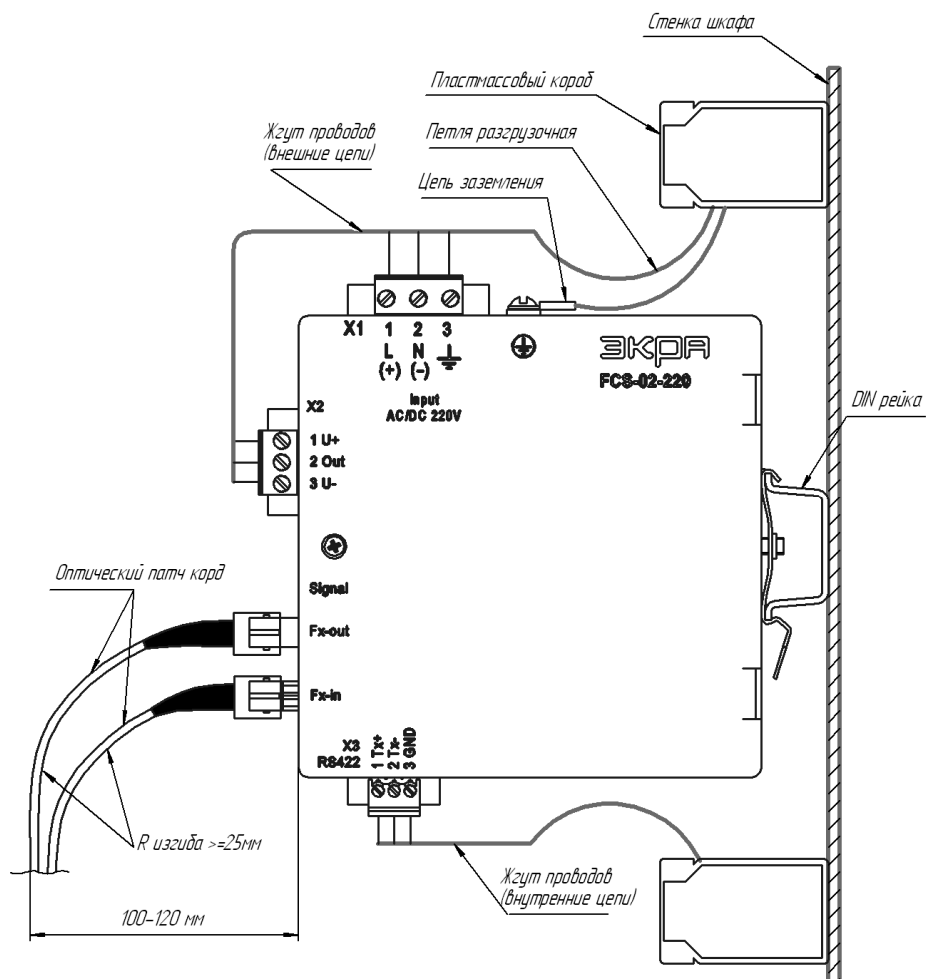

Рисунок 3. Типовой вариант размещения конвертера на DIN рейке.
1.5 При расположении конвертера внутри шкафа следует учитывать, что для оптических разъемов FI, FO требуется $100 \div 120$ мм свободного пространства для удобства снятия/установки кабельных частей, а также обеспечения заданного радиуса изгиба используемого оптического кабеля (см. рисунок 3). При подключении ответных разъемов необходимо соблюдать осторожность, так как при недопустимо малом радиусе изгиба можно повредить оптический кабель. Примечание: оптические кабели обычно монтируются непосредственно на объекте.
1.6 Для удобства снятия разъемов X1-X3 рекомендуется обеспечить не менее 50 мм длины проводов между изделием и кабель каналом. Шлейф проводов для удобства снятия разъемов лучше выполнить петлей с радиусом сгиба не менее 10мм (см. рисунок 3). Разъемы имеют винтовые крепления, соответственно следует предусмотреть доступ инструментом для откручивания винтов без снятия изделия с рейки.